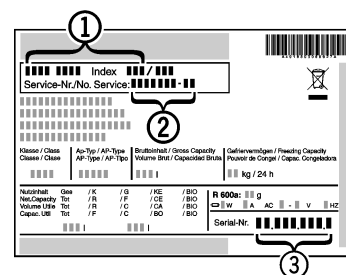

Fig. 15
- ▶ Identificați denumirea aparatului Fig. 15 (1), numărul de service Fig. 15 (2) și numărul de serie Fig. 15 (3) pe marca de fabricație. Marca de fabricație se află pe partea stângă în interiorul aparatului.
- ▶ Informați serviciul de asistență a clienților și comunicați tipul defecțiunii, denumirea aparatului Fig. 15 (1), numărul de service Fig. 15 (2) și numărul de serie Fig. 15 (3).